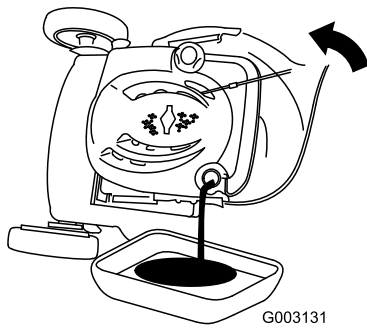

Figura 38
- Ponga el cortacésped de lado (con el filtro de aire hacia arriba) para drenar el aceite usado a través del tubo de llenado de aceite (Figura 38).